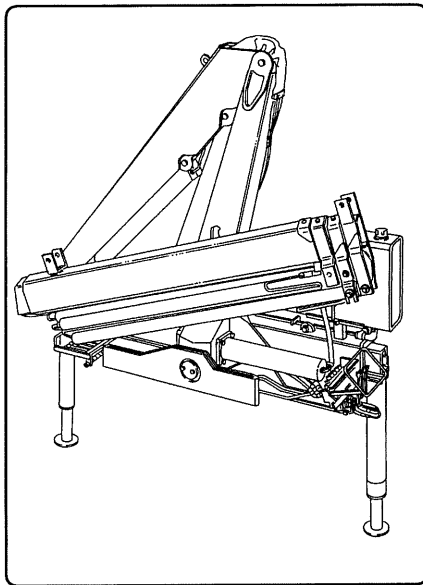

fig. 8.21.2
- c) chiudere tutti i martinetti (compresi gli stabilizzatori) mettendo la gru in posizione di riposo (fig. 8.21.2) e ripetere l'operazione di svuotamento del serbatoio;
- c) *close all the cylinders (including the outriggers) to put the crane into rest position (fig. 8.21.2) and repeat the operation of the oil changement;*